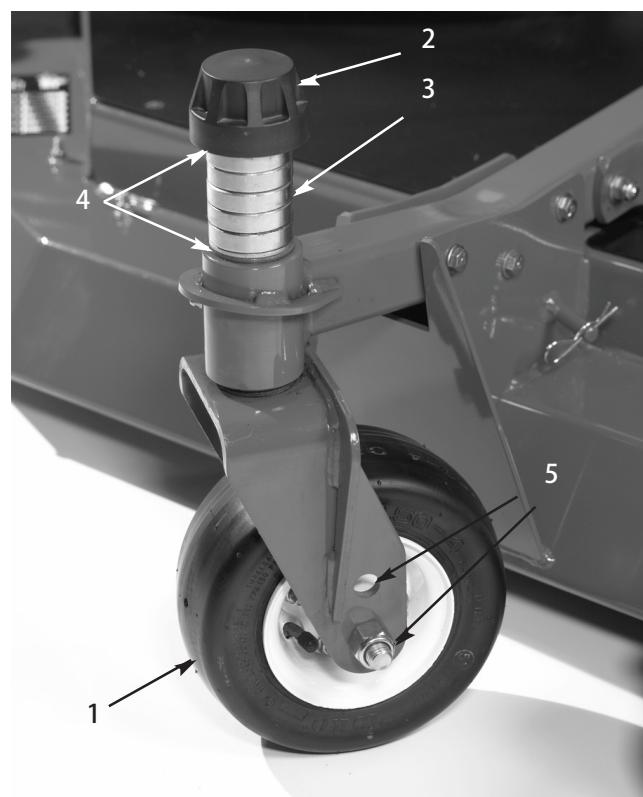

図 20
11. ステッカーに表示されている刈り高になるよう、3mm のシムで調整する(図20)；「カッティングユニットのピッチの調整」を参照。